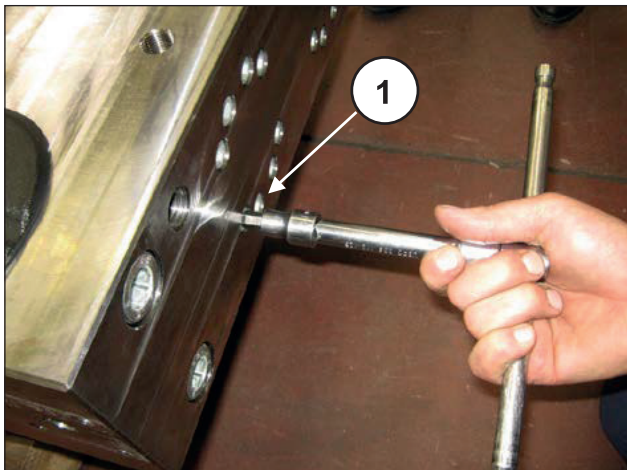
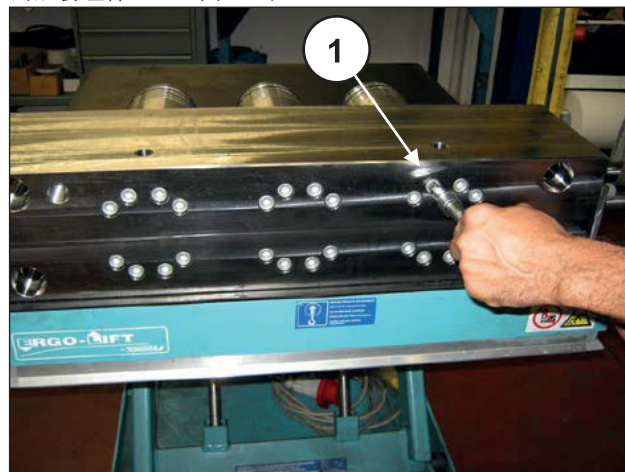
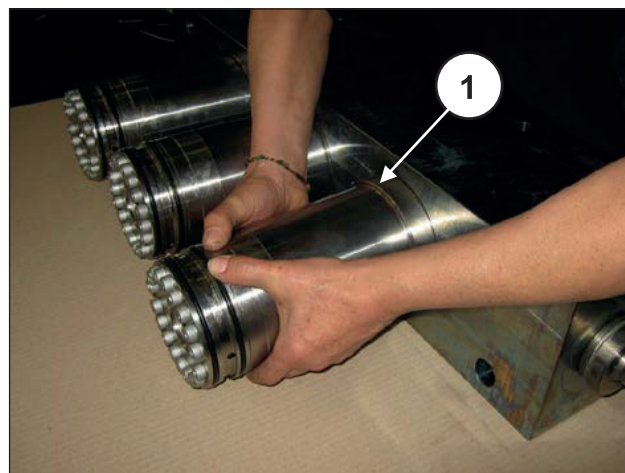

图 166
图 173
图 174
拧松但不拆除将缸套固定到泵头的螺栓 M12x160（①，图 166），使之转动顺畅。
拧松将缸套固定到泵头的螺栓 M12x160 (①, 图 173) 并抽出缸套组件 (①, 图 174)。
从固定在泵壳上的泵头定距块拉出泵头，如 2.2.1 一点所示（从 图 166 至 图 174）。